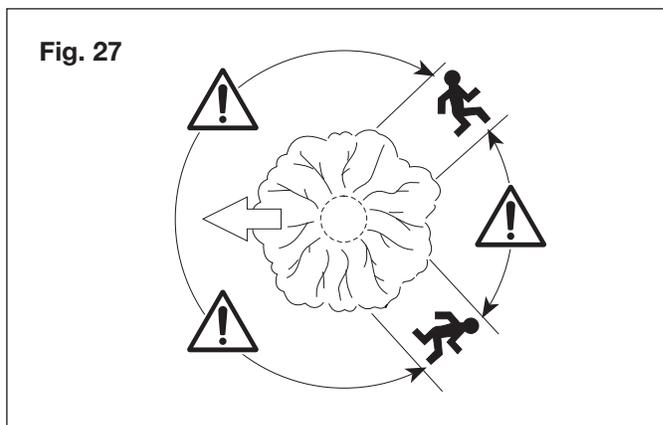

Fig. 27
- Il faut prévoir un chemin de retraite et le dégager au besoin avant de démarrer les travaux de coupe. Le chemin de retraite doit permettre de s'éloigner par l'arrière et diagonalement par rapport à la ligne où il est prévu que l'arbre tombe, comme cela est illustré (Fig. 27).
L'ébranchage est un processus qui consiste à élaguer les branches d'un arbre abattu. Quand vous ébranchez, laissez les grosses branches les plus basses pour qu'elles soutiennent la grume au-dessus du sol. Retirez les petites branches en pratiquant une seule entaille comme cela est illustré (Fig. 27). Les branches sous tension doivent être coupées depuis le bas et vers le haut pour éviter que la scie à chaîne se grippe.